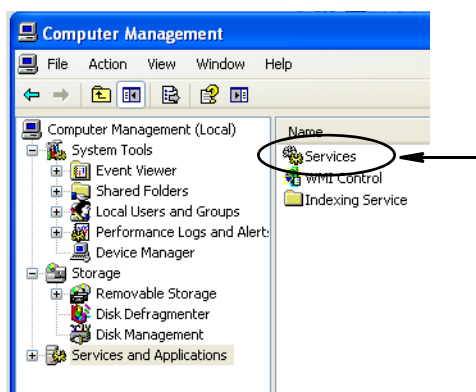

FIG. 55
- c. Haga doble clic en Servicios (FIG. 55).